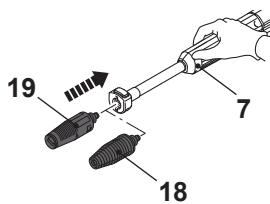

Fig. 8
1. Coloque siempre la lanza de extensión (7) cuando utilice boquilla giratoria (18) (Fig. 8).
1. Utilice siempre la boquilla Vario (19) con la lanza de extensión (7) acoplada (Fig. 8).